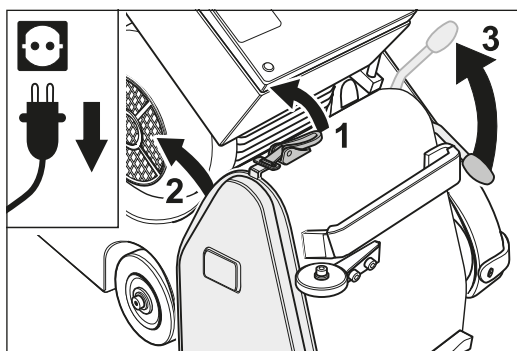

Fig. 11 Desserrez la bande de ponçage avant son remplacement. Pour cela, enlevez la tôle de recouvrement et tirez sur le levier de commande.
- 3 Retirez la tôle de recouvrement (fig. 11).
- 4 Pour détendre la bande abrasive, levez le levier se trouvant sur le côté opposé suite à quoi le tambour tendeur est abaissé (fig. 11).